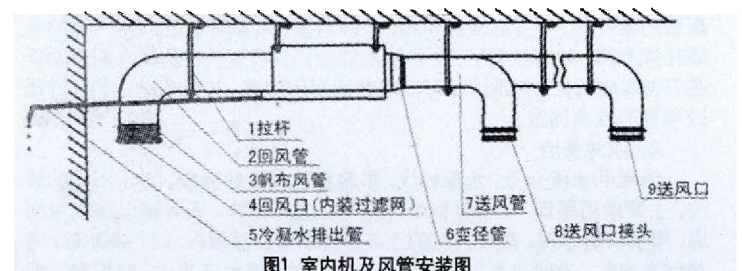

图1 室内机及风管安装图
(1) 如图1所示, 用拉杆将室内机固定在房顶, 并注意和出风管/回风管的过渡和连接; (2) 确保顶部吊挂件有足够的强度来承受机组的重量。定好挂件位置, 并检查是否与机组对准。检查挂板是否可靠并检查机组是否有1%的倾斜度。